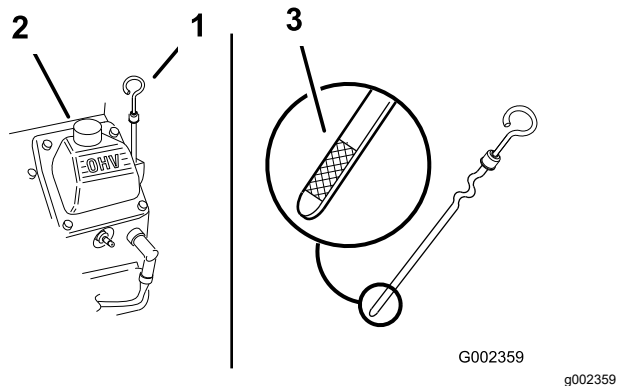

Рисунок 45
2. Очистите поверхность вокруг масломерного щупа (Рисунок 45), чтобы загрязнения не
- Извлеките масломерный щуп, дочиста вытрите его, а затем снова вставьте до упора (Рисунок 45).
- Выньте щуп и проверьте уровень масла. Уровень масла должен находиться между отметками «F» (полный) и «L» (низкий) на масломерном щупе (Рисунок 45).
- Если уровень масла ниже метки «L» (низкий), снимите крышку заливной горловины (Рисунок 45) и добавляйте масло указанного типа, пока его уровень не достигнет отметки «F» (Полный) на щупе.